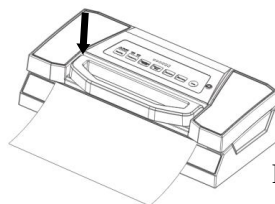

Fig.6
7. Fermez le couvercle supérieur et appuyez fermement jusqu'à ce que vous l'entendiez cliquer en place sur les deux côtés – **Fig.6**